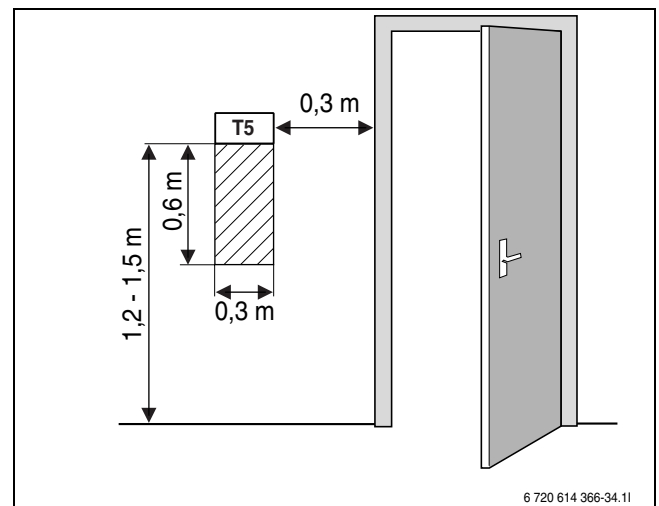

Bild 10 Rekommenderad monteringsplats för rumsgivare CANbus LCD
- Obehindrad cirkulation av rumsluften under rumsgivaren CANbus LCD (streckad yta i bild 10 ska hållas fri).